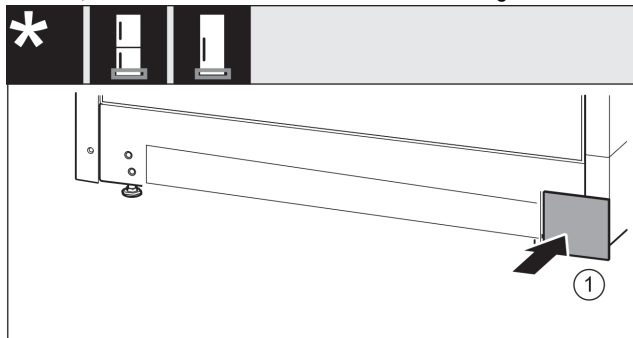

Fig. 21
- Abdeckung Fig. 21 (1) auf der anderen Seite wieder aufsetzen.